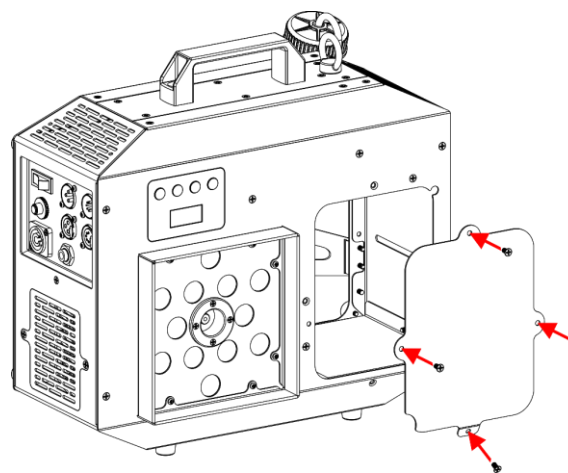

Fig. 19
- 14) Avvitare le 4 viti della piastra metallica del serbatoio sul lato anteriore del dispositivo, come mostrato nella Fig. 19.